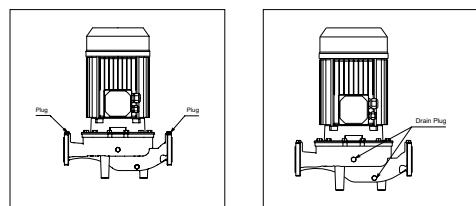

РИС. 4: Заглушки, необхідні
- а) Зніміть заглушку/шестигранну кришку, розташовану на верхній частині корпусу насоса (РИС. 4);